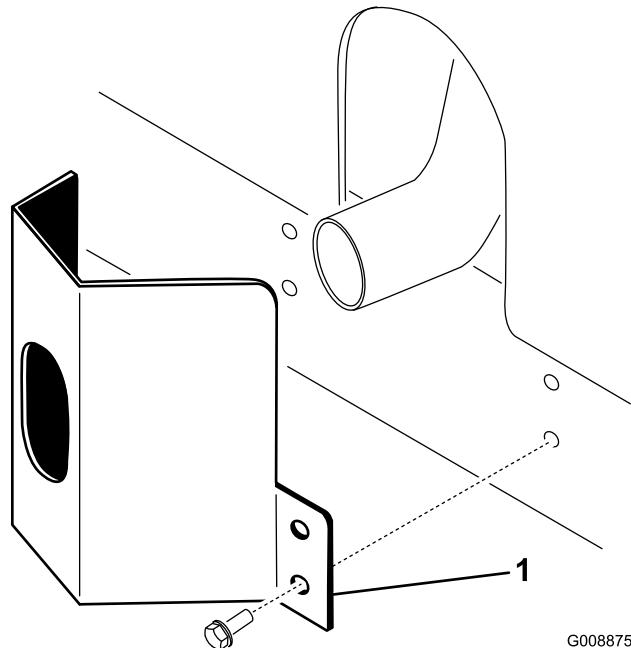

Bild 8
1. Positionieren Sie das Auspuffschutzblech um den Schalldämpfer, während Sie gleichzeitig die Befestigungslöcher auf die im Rahmen abstimmen (Bild 8).
2. Befestigen Sie das Auspuffschutzblech mit vier Blechscreuben am Rahmen (Bild 8).